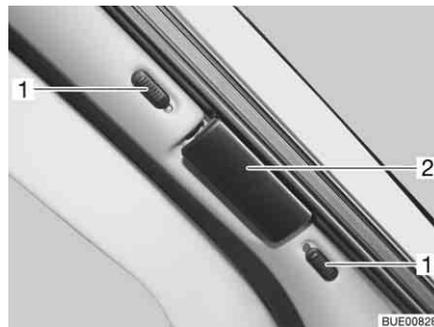

Fig. 21 Estor plegable para la luna delantera
- Empujar ambas mitades del estor plegable para la luna delantera en el tirador (Fig. 21,2) hacia afuera, hasta el tope.
- Empujar los botones de bloqueo (Fig. 21,1) hacia abajo o hacia arriba. Cuando se vea el punto rojo, estará abierto el bloqueo.